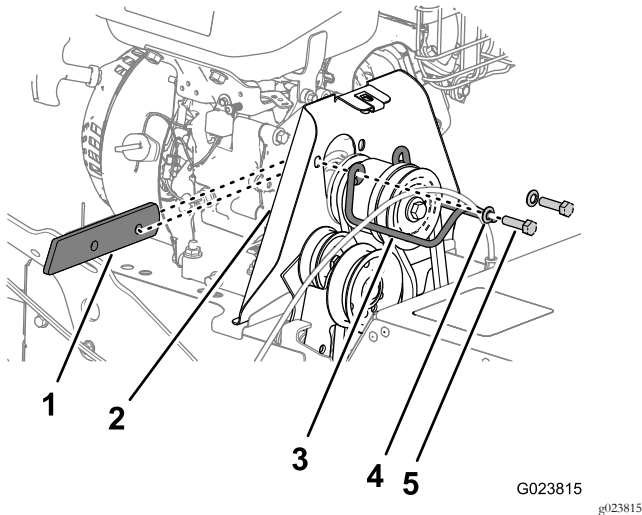

Bild 39
2. Entfernen Sie die zwei Schrauben und zwei Muttern, mit denen die Riemenführung an der Maschine befestigt ist; nehmen Sie dann die Riemenführung und das Distanzstück ab (Bild 39).
- Fluchten Sie das Distanzstück zwischen dem Motor und der Riemenscheibe und die Löcher im Distanzstück, Motor und des Schutzbleches aus (Bild 39).
- Befestigen Sie die Riemenscheibenführung mit den Schrauben und Scheiben, die Sie in Schritt 2 von Entfernen des Treibriemens der Kehrbürste (Seite 26) abgenommen haben, an der Maschine (Bild 39).